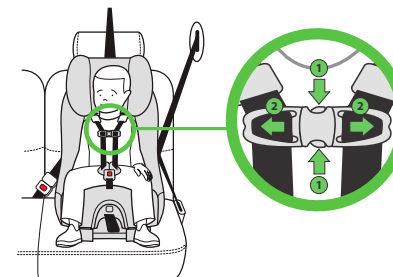

Figure 84
Dégagez l'Attache de Poitrine en appuyant sur les languettes de déverrouillage (1) et en séparant la Boucle de Poitrine (2), tel qu'illustré dans la **Figure 84**.